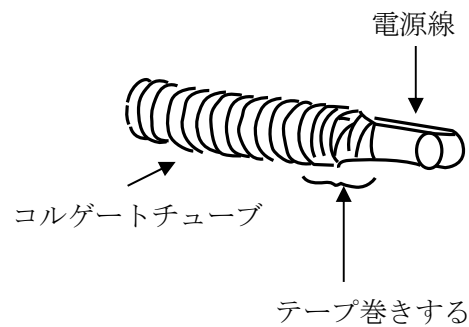

図8-8
- (3) コルゲートチューブの両端は、ビニールテープで止める。またコルゲートチューブの縁でコード類を損傷させないこと。(図8-8参照)
- (4) 電源線のヒューズホルダー(10A)はヒューズ溶断時の取替が容易に行える場所に出しておく。またバッテリー捕液の際、被液する恐れのない場所にほう縛する。
- (5) 電源線を貫通させた部分のグロメットは防水剤で確実にシールする。